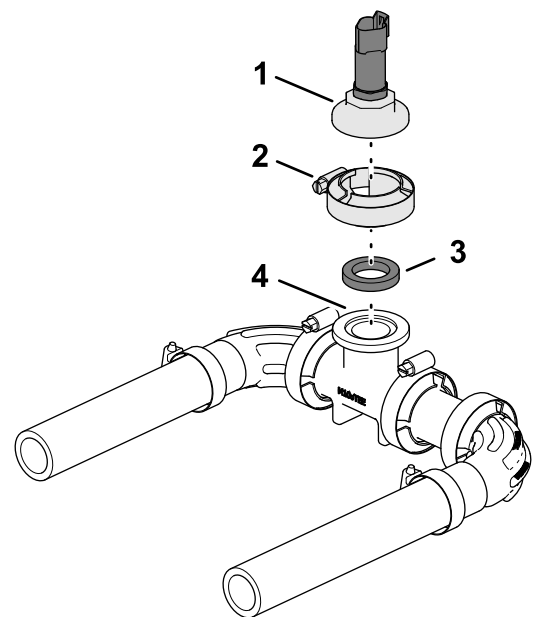

Figura 57
2. Prenda a tampa da união e a junta à união em T com a braçadeira flangeada (Figura 57).
1. Alinhe a tampa da união com porta com o transdutor de pressão e junta com a flange da união em T do coletor (Figura 57).